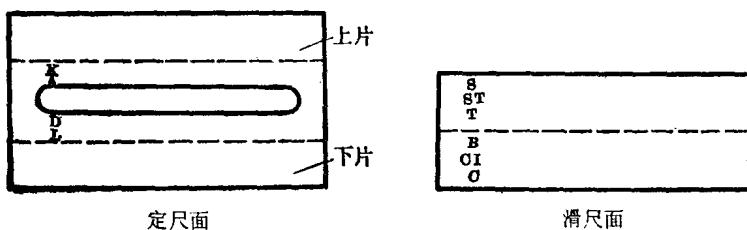

图 2
(1) 尺面 本书附页就是计算尺的尺面，它是将各条刻度印刷在卡纸上而成的。尺面有“定尺面”和“滑尺面”两片(图 2)。我们先按照划线将两片尺面分开，再把定尺面中间一条“”形纸片取下。